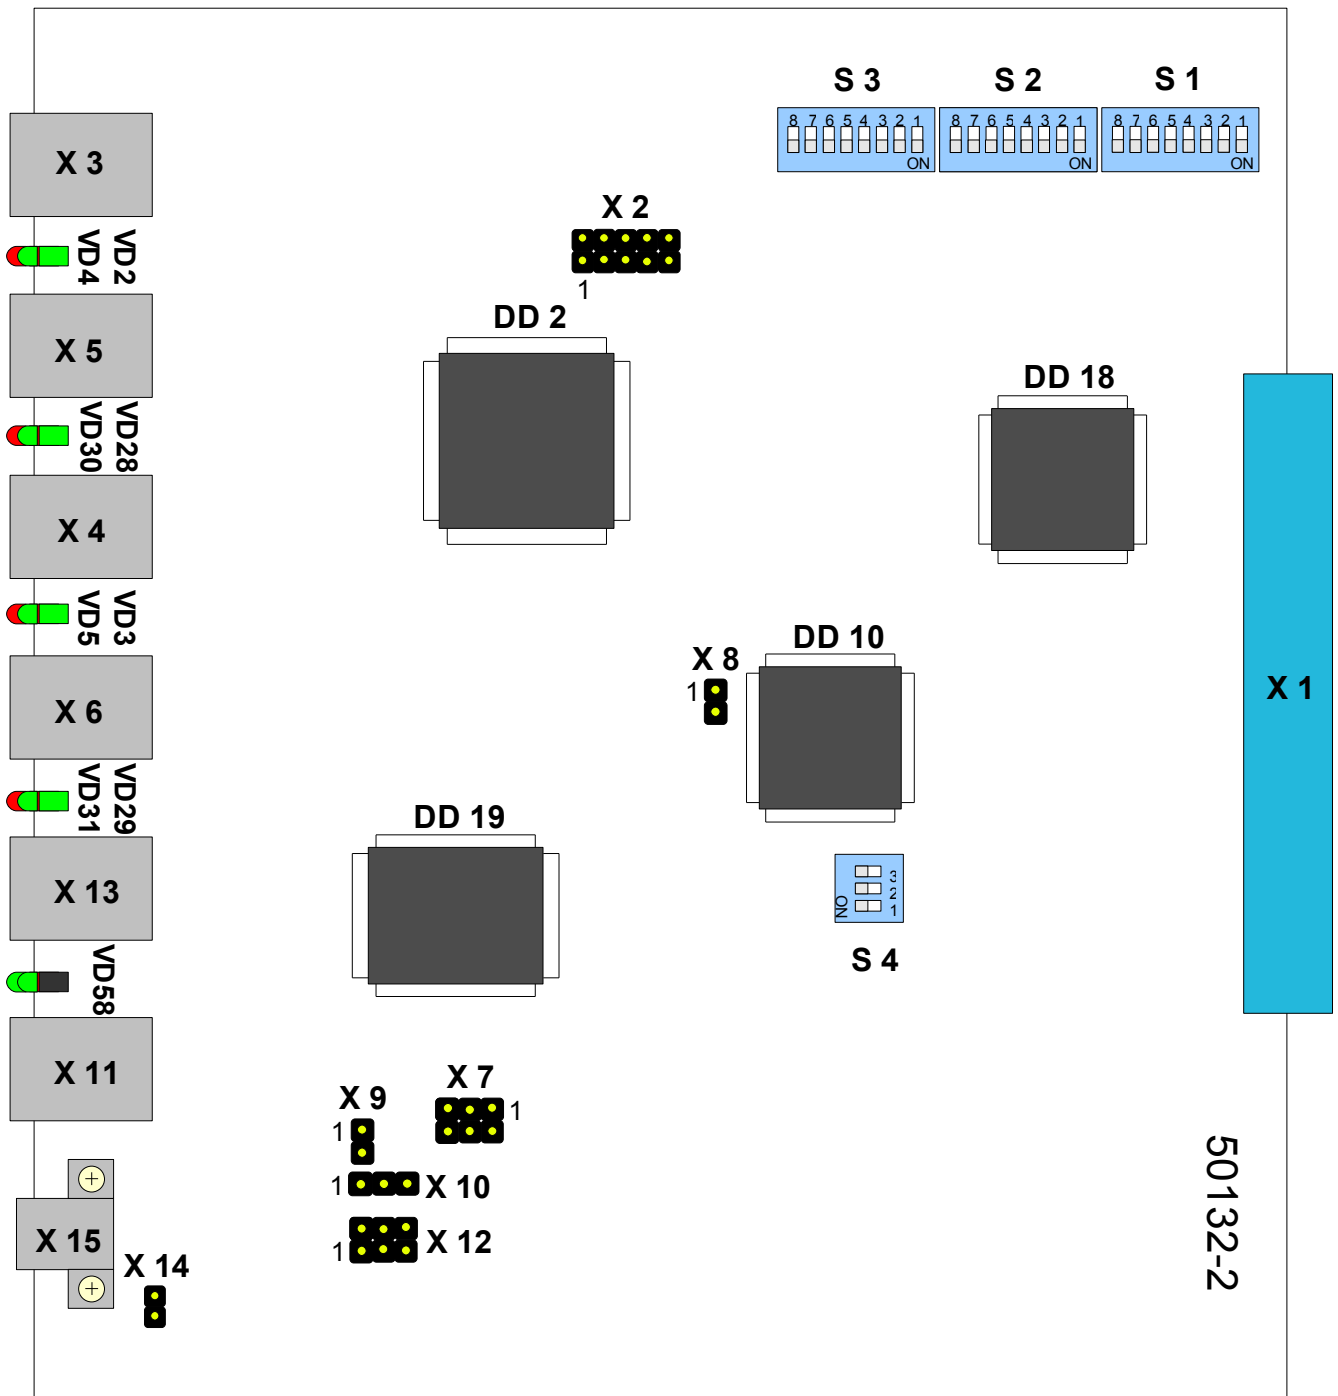

Рисунок 4 - Размещение разъемов, переключателей и перемычек на МЛТ-30Е (плата 50132-2)
1. Установить дип "Конфигурация DIP-переключателями" (см. рис. 4, 6, 7, 8, и табл. 3, 4, 5, 6).
• Управление может происходить по интерфейсу RS 232 или RS 485. Установить переключки в соответствии с выбранным интерфейсом (см. табл. 7, 8 рис.4, 5). При работе с интерфейсом RS 485 используйте команды из табл. 9 (Список поддерживаемых команд).